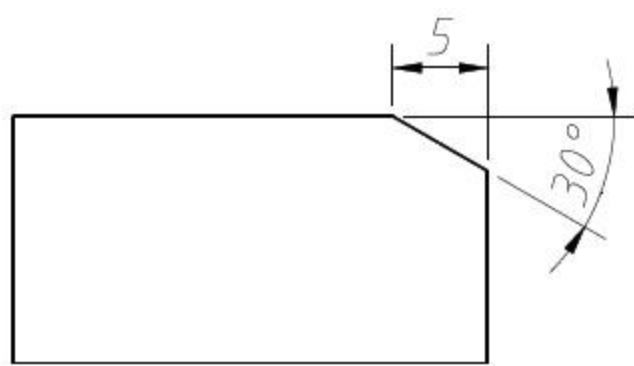

图4-111 设置倒角角度
- 角度 (A)：通过设置一个角度和一个距离来进行倒角操作，如图4-111所示。